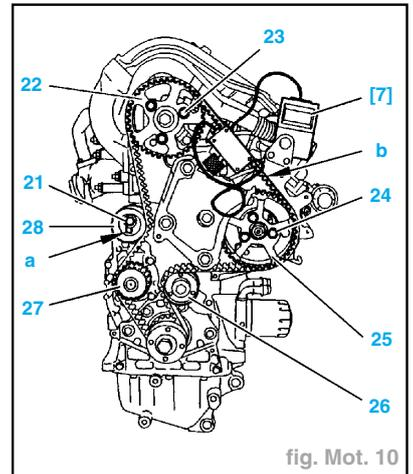

fig. Mot. 10
- Mettre la courroie de distribution en place en respectant l'ordre suivant (fig. Mot. 10) :
- le galet enrouleur (26),
- le pignon (25) de pompe injection,
- le pignon (22) d'arbre à cames,
- le pignon (27) de pompe à eau,
- le galet tendeur (28).